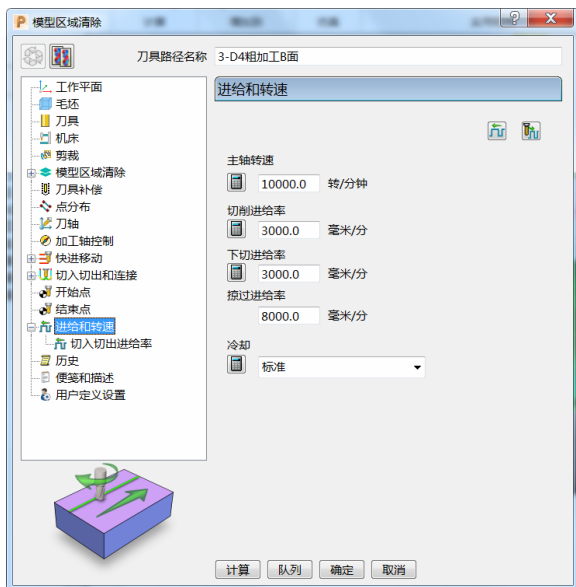
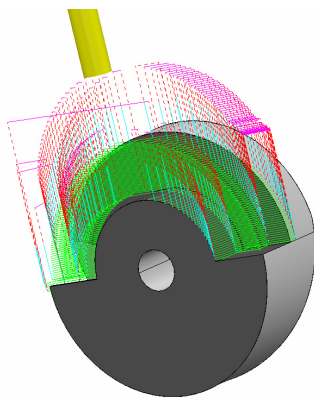

图 3-39
图 3-40
10) 进给和转速: 设定主轴转速 10000.0r/min、切削进给率 3000.0mm/min、下切进给率 3000.0mm/min、掠过进给率 8000.0mm/min, 标准冷却。(图 3-39)
11) 单击图 3-39 中的“计算”按钮, 刀具路径如图 3-40 所示。